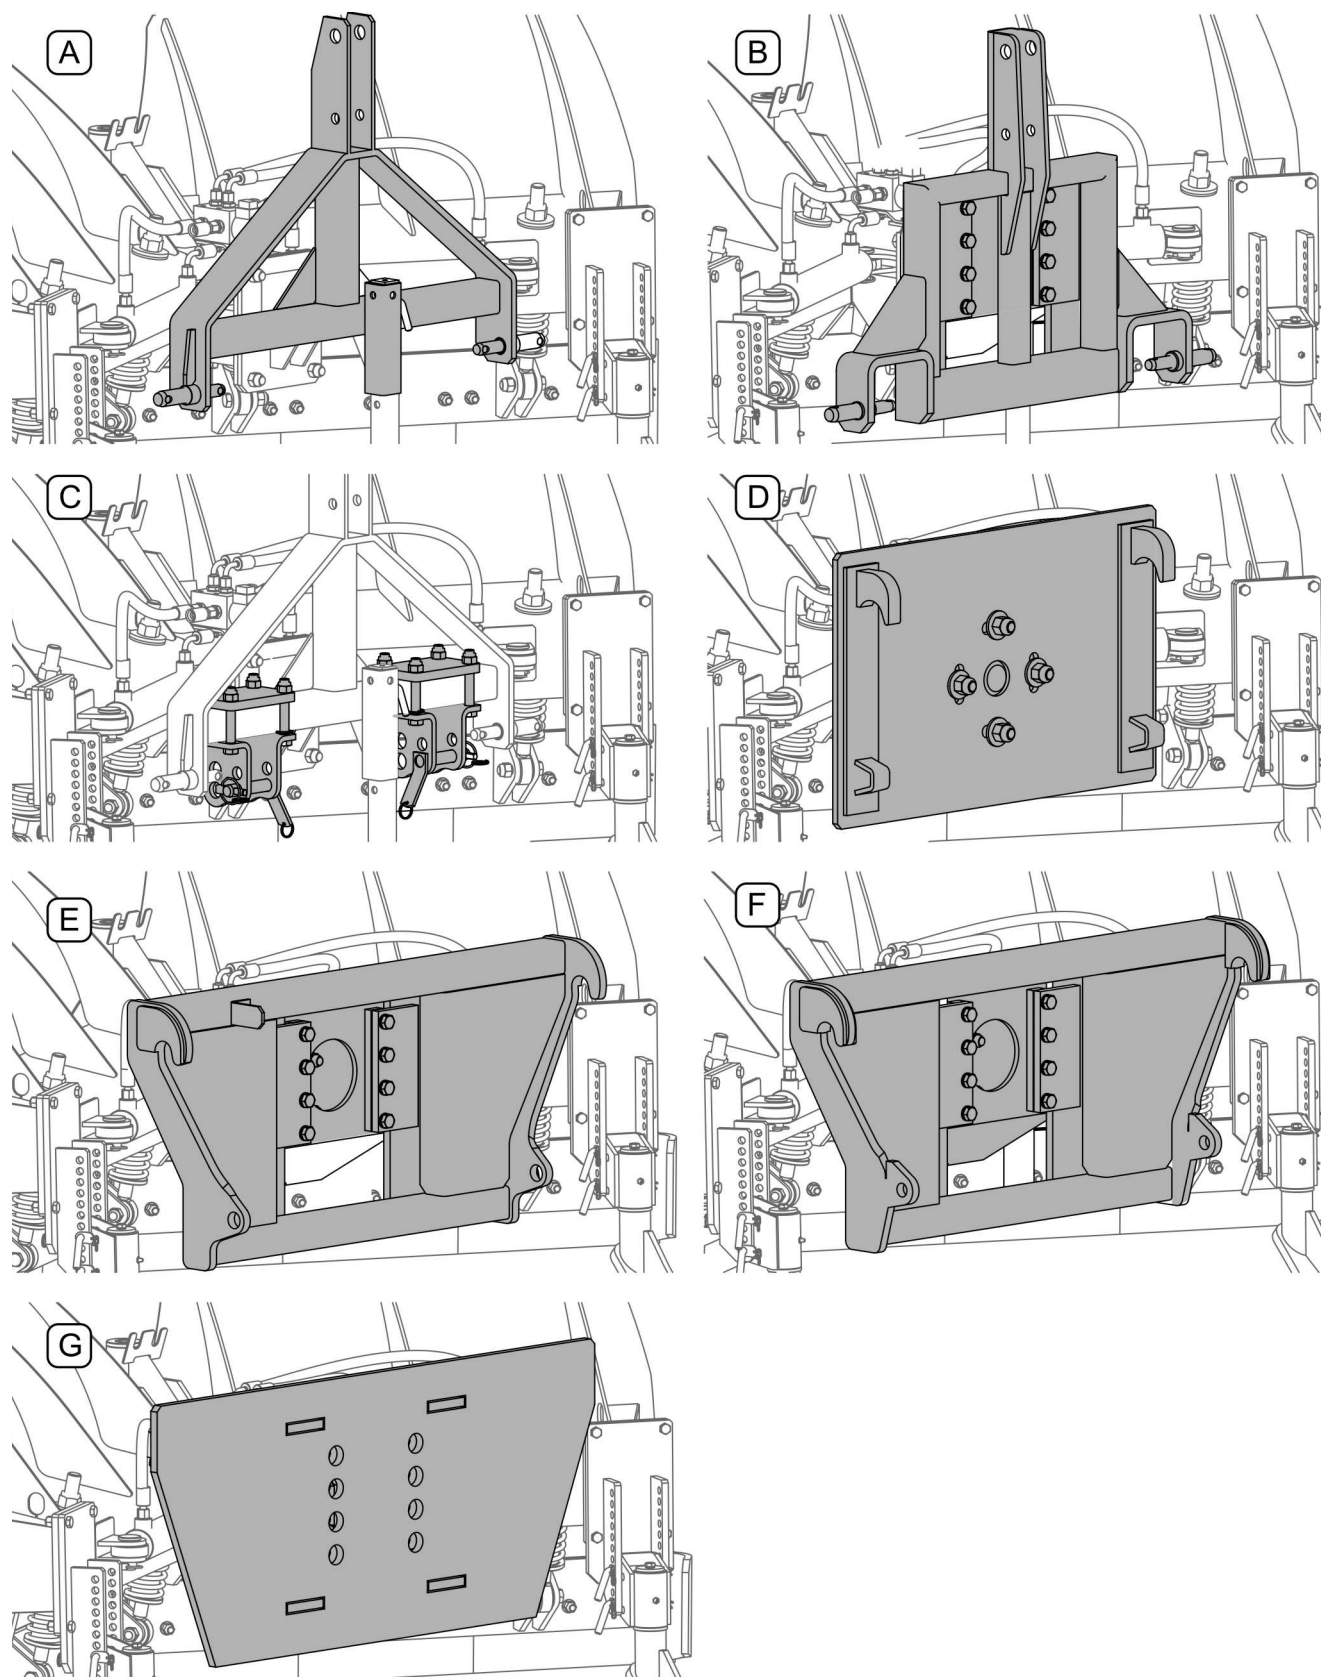

РИСУНОК 4.1 Типы навесных систем
назад при наезде на препятствие. Стояночная опора (7) служит для подпирания плуга в случае отсоединения от трактора. Опционально плуг PU-1700/PU-2100 может оснащаться скользящими (10) и другими навесными системами, напр., для фронтального погрузчика ŁC-1650 или евро-сцепкой, качающейся трехточечной системой навески (РИСУНОК 4.1)
Плуг, оборудованный "жесткими" системами навески А, С, D (РИСУНОК 4.1), разрешается подсоединять только к транспортным средствам, оснащенным системой управления с "плавающим" положением.